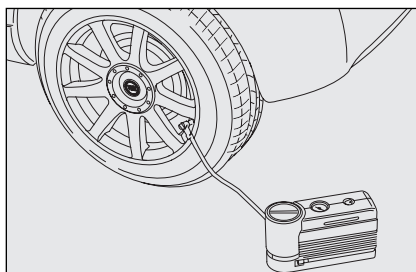
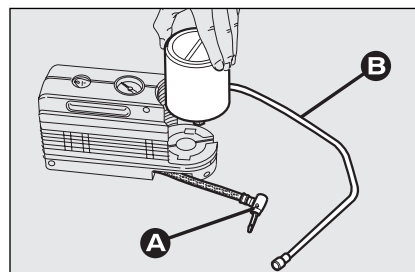

fig. 7
fig. 8
Le compresseur peut être utilisé uniquement pour le rétablissement de la pression. Dégager la greffe **A**-fig. 8 de la bombe et la connecter directement à la valve du pneu **fig. 7**; la bombe sera ainsi connectée au compresseur et le liquide pour sceller ne sera pas injecté.
- ☐ déconnecter la greffe **A**-fig. 8;